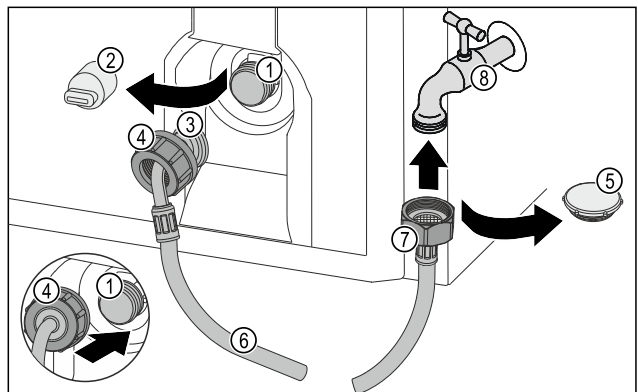

Fig. 15
- Sluitdop Fig. 15 (5) verwijderen.
- Rechte slangeinde Fig. 15 (7) op de waterkraan Fig. 15 (8) plaatsen.
- Moer op het rechte slangeinde Fig. 15 (7) rechtsom vastdraaien.